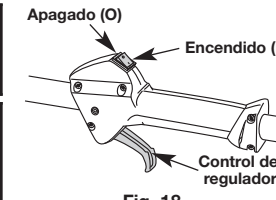

Fig. 18
NOTA: No hay necesidad de encender la unidad. El Control de Encendido y Apagado está en la posición **Encendido (I)**, en todo momento (Fig. 18).
2. Oprima y mantenga oprimido el control de encendido y apagado en la posición de APAGADO (O) hasta que el motor se detenga por completo (Fig. 18).
NOTA: No hay necesidad de arrancar la unidad. El control de Encendido/Apagado está en la posición **ENCENDIDO (I)** en todo momento (Fig. 18).
2. Oprima y mantenga oprimido el control de encendido y apagado en la posición de **APAGADO (O)** hasta que el motor se detenga por completo (Fig. 18).